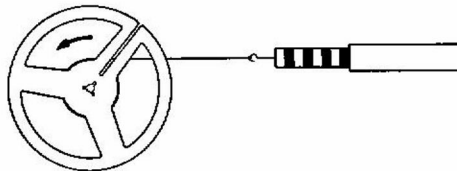
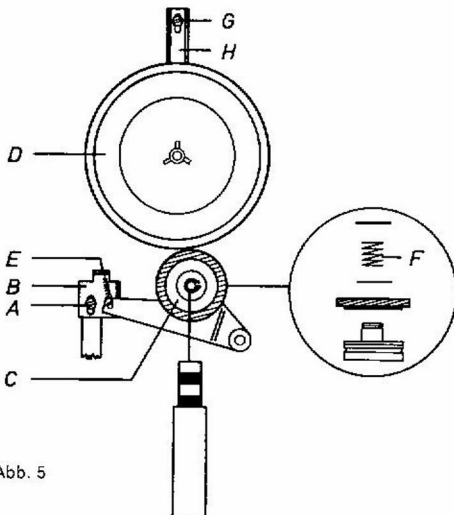

Abb. 4
Abb. 5
**2.2 Höheneinstellung der Kupplungen (siehe Abb. 5)**
**2.3 Prüfung und Justierung der Kupplung im Antriebsrad (siehe Abb. 4 und Abb. 5)**
Gerät einschalten, Taste „Start“ drücken und gemäß Abb. 4 den Aufwickelzug messen.
Vor dieser Messung ist sicherzustellen, daß beim langsamen Drücken der Starttaste zuerst die rechte Kupplung angetrieben wird, bevor die Andruckrolle die Tonwelle erreicht und das Tonband transportieren kann. In Ruhestellung der Starttaste darf das Antriebsrad (C) nicht am Kupplungsunterteil der Kupplung (D) anliegen. Die Justierung erfolgt nach Lockern der Schraube (A) durch Verschieben des Winkels (B). Gerät einschalten, Taste „Start“ drücken und gemäß Abb. 5 Andruck des Antriebsrades an das Kupplungsunterteil messen.